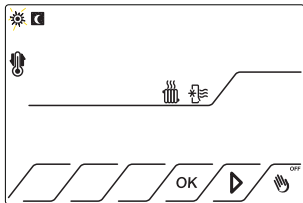

Fig.6
3.1.2 Premere il tasto . Fig.6
3.2.2 Premere il tasto Menù . Fig.6
4.1.2 Premere il tasto .Fig.6